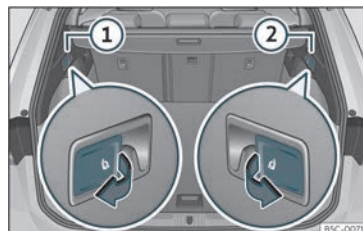

Fig. 112 Al maleter: palanques per al desbloqueig del respalller del darrere.
- Estireu la palanca de desbloqueig a distància de la part esquerra»» **fig. 112** ① o dreta ② del respalller en el sentit de la fletxa. La part desbloquejada del respalller del darrere s'abat automàticament cap endavant.